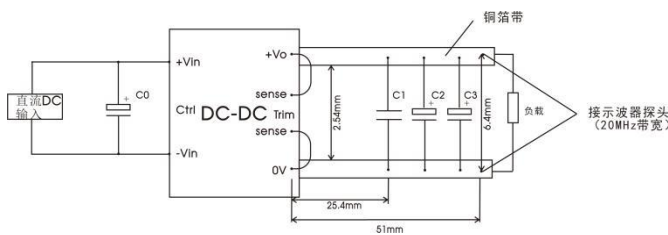

图 1
① 遥控脚 (Ctrl) 控制引脚的电压是相对于输入引脚-Vin;
② 纹波和噪声的测试方法参见图 1;
③ 引脚耐焊接温度非烙铁实际设定温度, 为良好焊接焊点所需的温度。客户实际设定温度需根据 PCB 厚度、覆铜大小差异, 烙铁功率、烙铁头选择不同综合设定。
所有该系列的 DC/DC 转换器的常规性能在出厂前, 都是按照下图 1 推荐的测试电路进行测试。